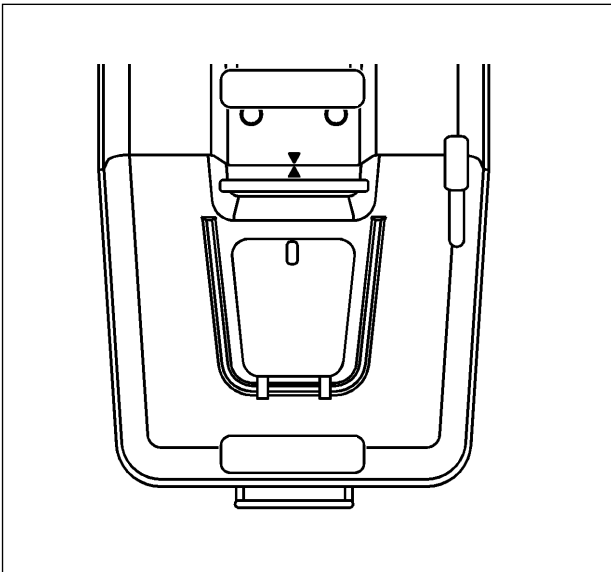

Fig. 7
3. Lorsque le bac est en place, coller l'étiquette représentant un triangle sur le bac, en coïncidence avec celui situé à l'arrière du tracteur. Ceci pour faciliter les démontages et remontages ultérieurs (fig. 7).